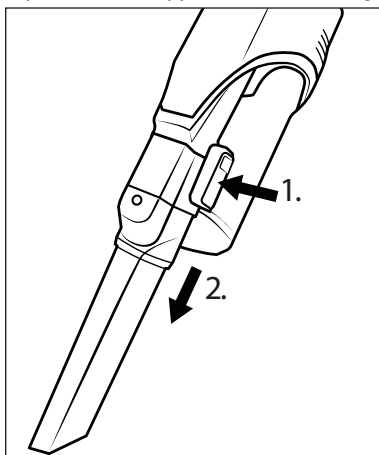

Fig. 15
- ◆ Per rimuovere gli accessori, tenere premuto il tasto di sblocco dell'accessorio e sfilare l'accessorio dal tubo di aspirazione 24 oppure dall'apertura di aspirazione dell'apparecchio (vedere fig. 15).